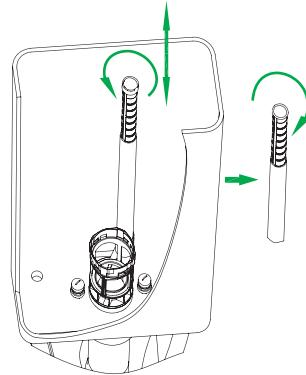

Рис. 13 / 13-сур.
- Отрегулируйте высоту трубы перелива, потянув ее вверх (рис. 13). Обратите внимание, что уровень трубы перелива должен быть на 2–3 см выше верхнего края поплавка впускного клапана.